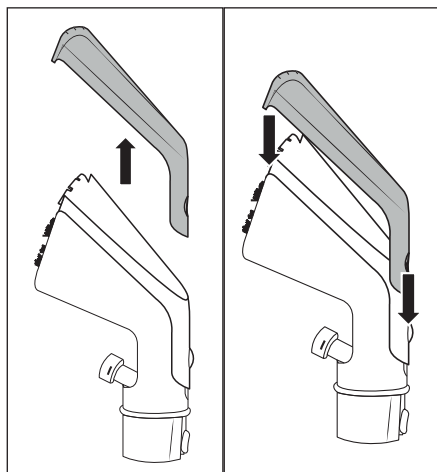

Fig. 9
- ◆ Premere il tasto di blocco 24 della copertura dell'accessorio per la pulizia 23 della bocchetta per imbottiture 22 e staccare la copertura dell'accessorio per la pulizia 23 (vedere fig. 9).
- ◆ Applicare la copertura dell'accessorio per la pulizia 23 alla bocchetta per imbottiture 22 e spingerla verso il basso finché il tasto di blocco 24 non s'innesta nella bocchetta per imbottiture 22 (vedere fig. 9).